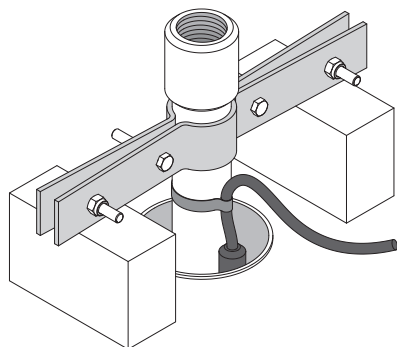

Fig. 7.5 – Pentru detalii vezi pagina 401
- Se recomandă să se conecteze la gura de refulare a pompei mai întâi un segment de țeavă scurtă, prinzând de acesta cablul electric de alimentare. La celălalt capăt, sub manșonul sau flanșa de cuplare, fixați o consolă de sprijin (Fig. 7.5).